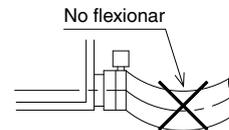

Fig. 27
- No flexione la manguera de desagüe (1) dentro de la unidad interior. **(Consulte la Fig. 27)**